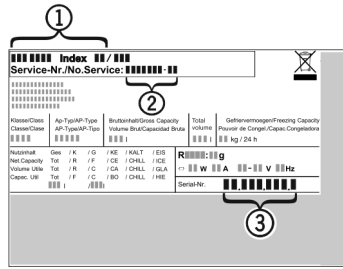

Fig. 14
- ▶ Z typového štítku odčítajte označenie zariadenia Fig. 14 (1), servisné č. Fig. 14 (2) a sériové č. Fig. 14 (3). Typový štítek je na ľavej vnútornej strane zariadenia.
- ▶ Upovedomte zákaznicky servis a oznámte chybu, označenie zariadenia Fig. 14 (1), servisné č. Fig. 14 (2) a sériové č. Fig. 14 (3).